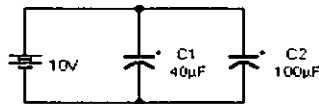

FIGURA 9
- Arme el circuito de la figura 9.
Se afirma que capacitores conectados en paralelo es igual el voltaje entre sus terminales. ¿De acuerdo a los valores de la tabla 1, se cumple para los circuitos de la figura 9 y 10?